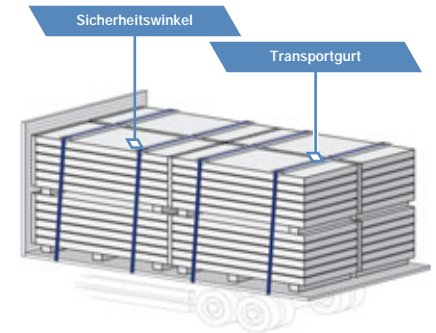

Abb. 02
- Das beladene Fahrzeug muss mit Transportgurten und Schutzwinkeln/Schutzdecken als Unterlage für den Gurt (Abb. 02) ausgestattet sein, die zur Sicherung der Ladung auf der Ladefläche dienen. Die Anzahl der Gurte hängt von der Länge der Paneele ab; Abstand zwischen den Gurten beträgt ca. 2 m. Es wird empfohlen, dass das befördernde Fahrzeug mit 2 Hebebändern mit Schlaufen mit der Länge von ca. 6 m und der Tragfähigkeit von 5 T ausgestattet ist;